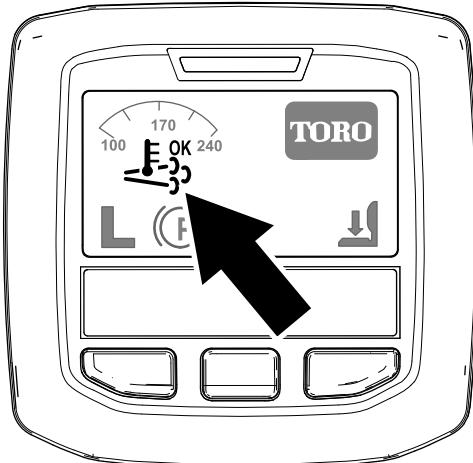

Bild 37
- Das Symbol für die unterstützte bzw. Rücksetzen-Regenerierung im InfoCenter angezeigt (Bild 37).